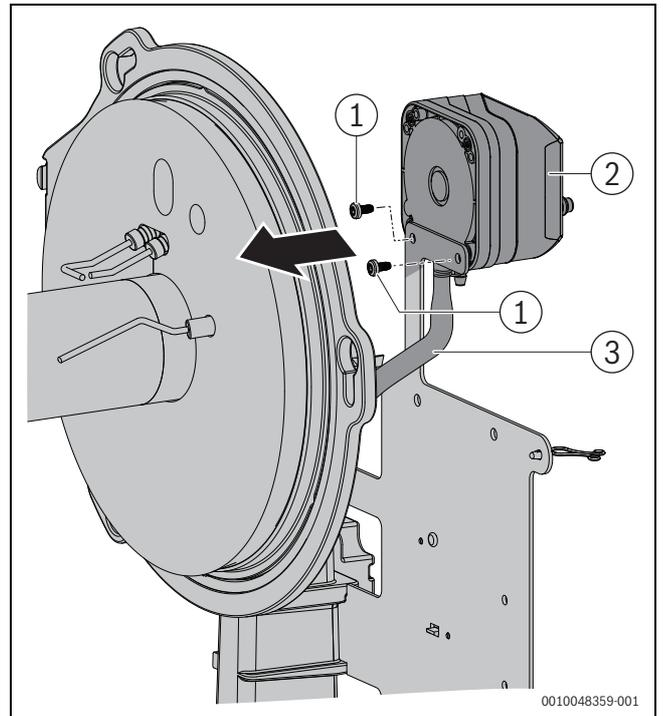

Bild 10 Feuerraum-Druckwächter demontieren
- ▶ Feuerraum-Druckwächter mit den dafür vorgesehenen Schrauben (3,5x16) am Halteblech fixieren. Darauf achten, dass der Anschlussschlauch wie in Bild 10 geführt und nicht geknickt ist.